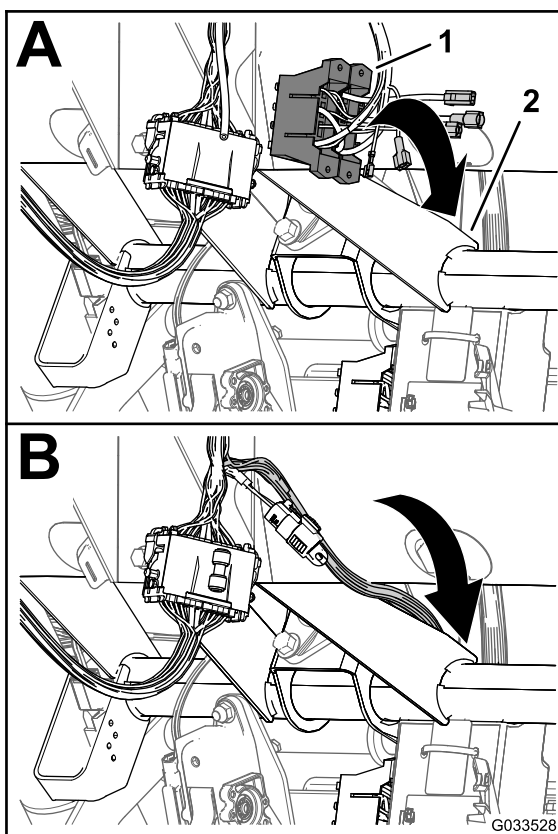

Figura 24
1. En la consola de control del fumigador, enrute la rama del arnés de cables delantero que lleva bloques de fusibles entre la parte inferior del salpicadero y el tubo transversal del chasis de la máquina, y hacia abajo, hacia la parte delantera del bloque de fusibles de la máquina (Figura 24).